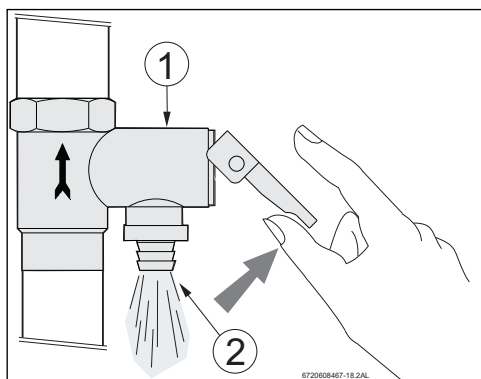

Fig. 58 Soupape de sécurité
- ▶ Ouvrir la soupape de sécurité manuellement au moins une fois par mois (fig. 58) pour :